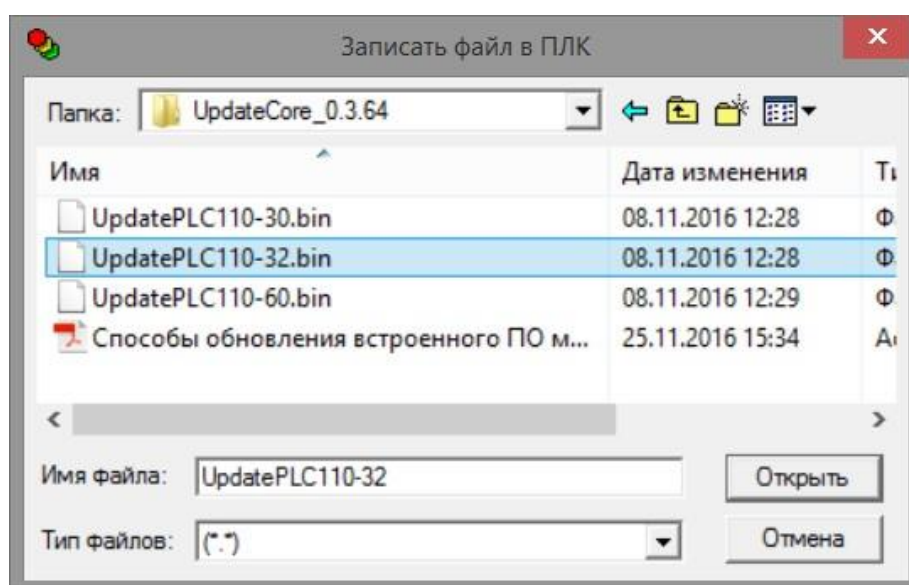

Рисунок 1.1. Выбор файла прошивки для записи в ПЛК
6. **Записать в память ПЛК** файл прошивки, с помощью команды «Онлайн | Записать файл в ПЛК (Online | Write File to PLC)» и в открывшемся окне выбрать файл прошивки (рисунок 1.1).